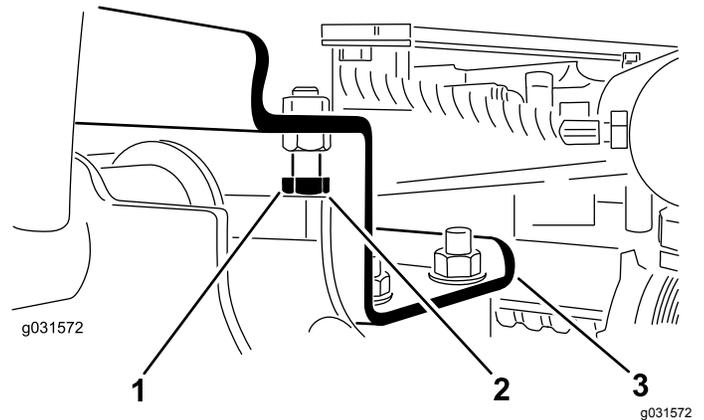

Figura 7
- A. Afloje los pernos de tope (Figura 7).
2. Compruebe que la holgura entre cada brazo de elevación y el perno de tope es de 0.13 mm a 1.02 mm (0.005" a 0.040"), tal y como se muestra en la Figura 7.